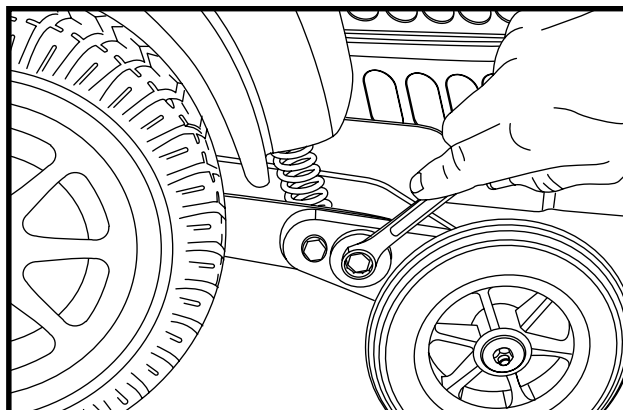

Figure 26. Support d'antibasculage (Réglez la came)
4. Pour régler la roulette vers le haut, tournez la came dans le sens opposé aux aiguilles d'une montre. Pour régler la roulette vers le bas, tournez la came dans le sens des aiguilles d'une montre. Voir la figure 26.